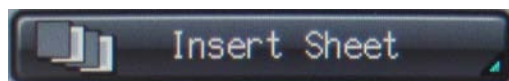

Fig. 3
3. Select (*Insert Sheet*). See Fig. 3